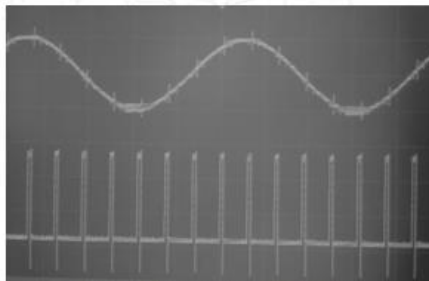

Figura 4.1 Comparación entre TP40 y TP41.
4. Monitorear en el canal 1 del osciloscopio la entrada del CODEC (TP40) y en el canal 2 el punto Tx Frame Sync (TP41). Ajustar la base de tiempo en el osciloscopio para visualizar aproximadamente 1.5 periodos de la señal senoidal (Figura 4.1).